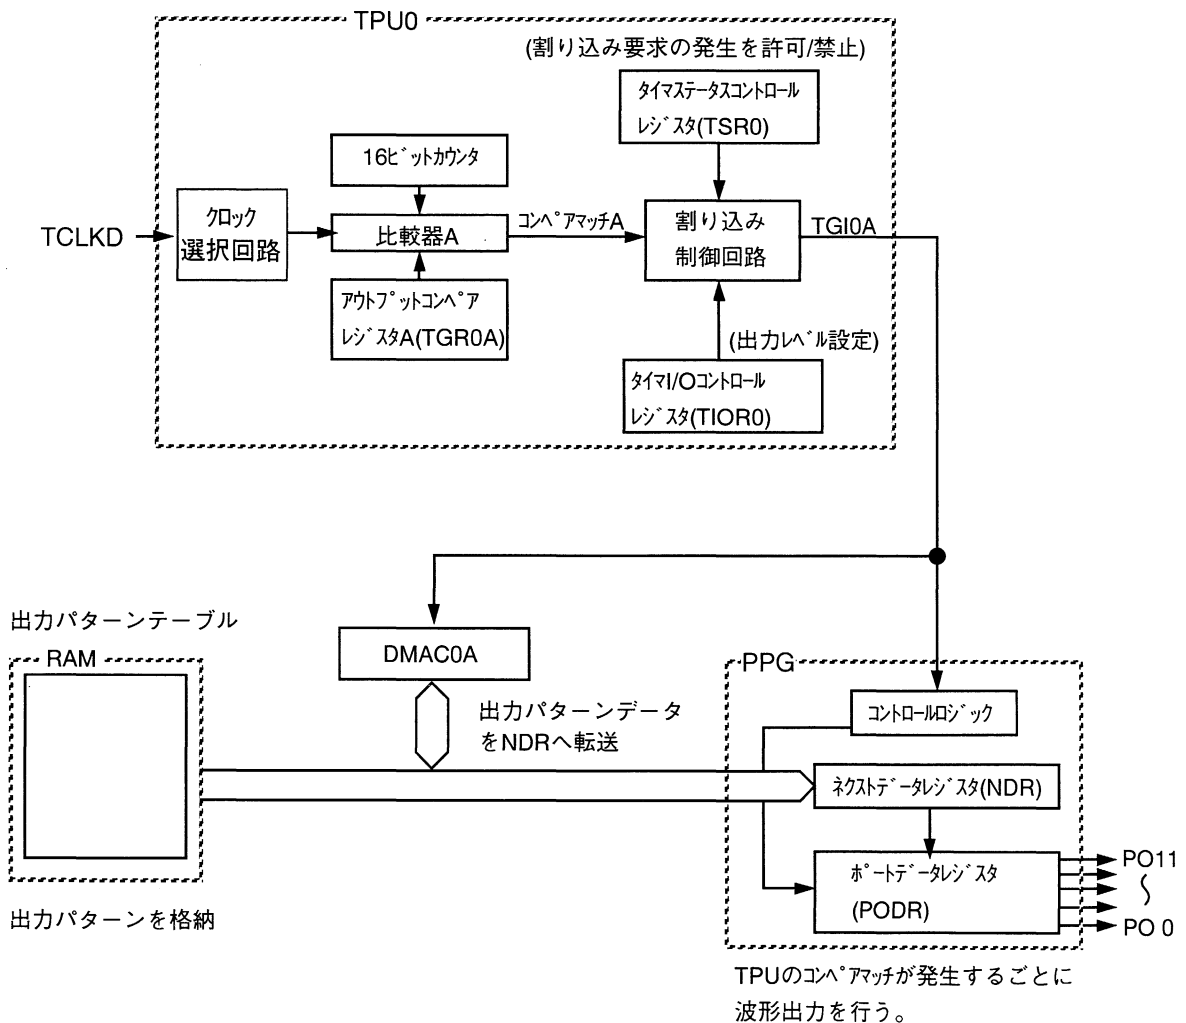

図2 高速データ出力ブロック図
(1) 図2に本タスクで使用する内蔵機能のブロック図を示します。